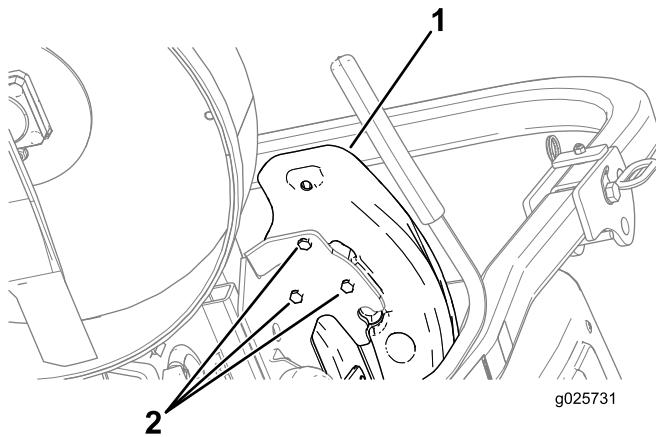

Figura 5
- Rimuovete il vano contenitore sinistro rimuovendo le 3 viti a testa esagonale (5/16" x 5/8") come illustrato nella Figura 5.
11. Montate il vano contenitore sinistro con le 3 viti a testa esagonale (5/16" x $\frac{5}{8}$ ") come illustrato nella Figura 5.